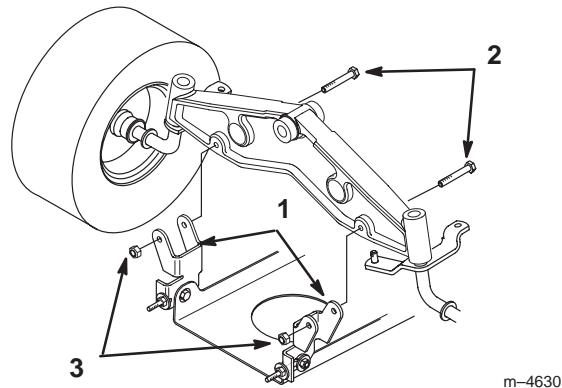

Bild 43
5. Montieren Sie die Schneidwerk-Schwenkbügel mit Schrauben und Sicherungsmuttern an der Vorderachse (Bild 43).